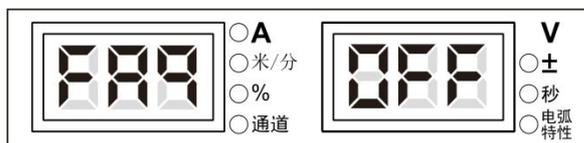

图3-39 FA9 显示界面
1. 进入内部菜单，调节焊接电源面板旋钮至 **FA9**，如图 3-39 所示。